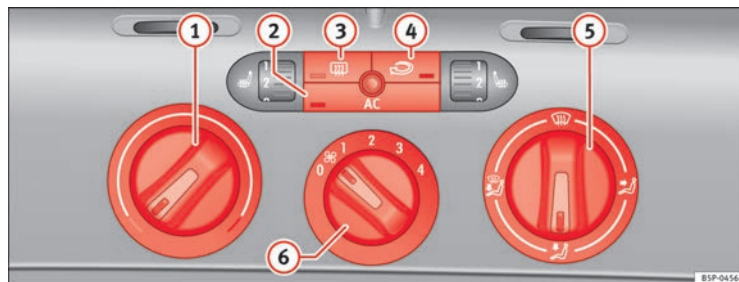

Fig. 125 Sur la planche de bord : éléments de commande du Climatic
- Les régulateurs ⇒ fig. 125 ① et ⑤ et la commande ⑥ permettent de régler la température, la répartition de l'air et la vitesse de la soufflante.
- Appuyez sur l'un des boutons ②, ③ ou ④ pour activer ou désactiver la fonction correspondante. Quand la fonction est activée, le rectangle situé sur le coin inférieur du bouton s'allume.
- ① Régulateur de température ⇒ page 165
- ② Touche **AC** – Allumer ou éteindre le système de refroidissement ⇒ page 165
- ③ Touche – Dégivrage de lunette arrière. Cette fonction s'arrête automatiquement 20 minutes environ après son activation. Vous pouvez la désactiver plus tôt en appuyant sur le bouton.
- ④ Touche – Recyclage de l'air ambiant ⇒ page 167
- ⑤ Régulateur de répartition de l'air ⇒ page 165
- ⑥ Commande de soufflante. Le débit d'air peut être réglé sur quatre vitesses. Lorsque le véhicule roule lentement, laissez toujours tourner la soufflante à basse vitesse.
- Mettez le climatiseur en marche à l'aide du bouton ⇒ fig. 125 .